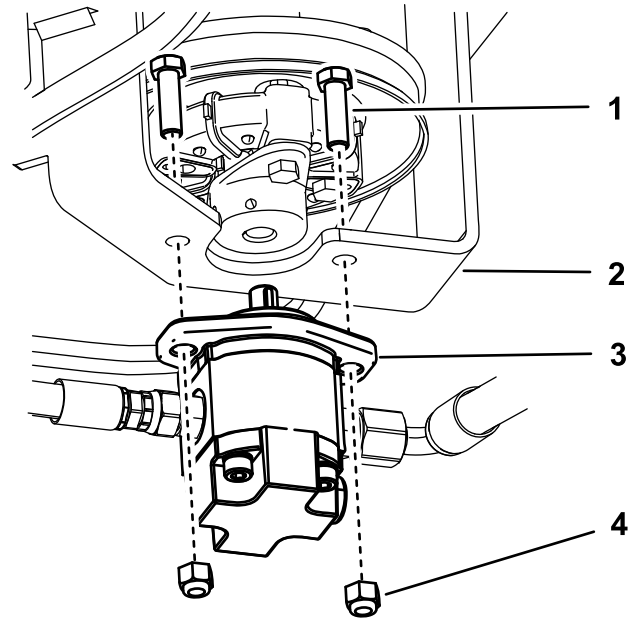

Figure 42
- Enlevez les 2 boulons et les 2 écrous, et desserrez les 2 vis sur le coupleur. Déposez la pompe à engrenages de son support (Figure 42).
10. Montez la pompe à engrenages (Figure 42).